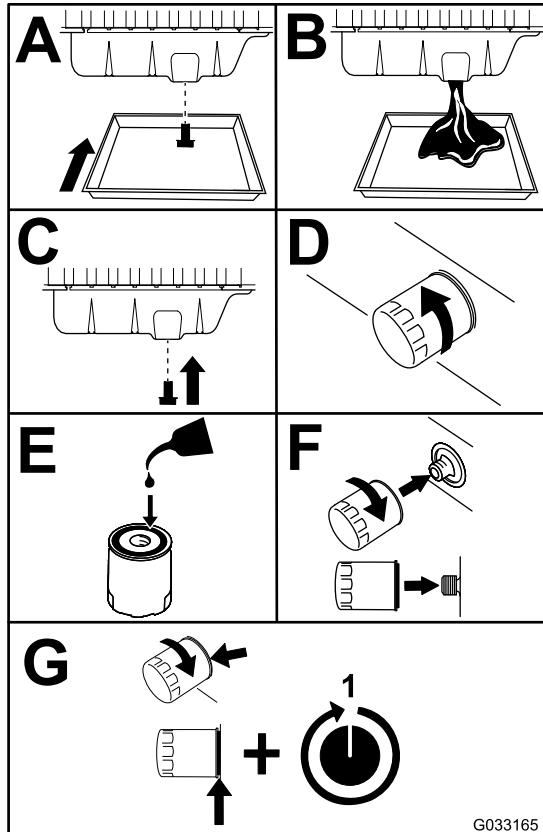

Figura 71
- Sostituite l'olio motore e il filtro (Figura 71).